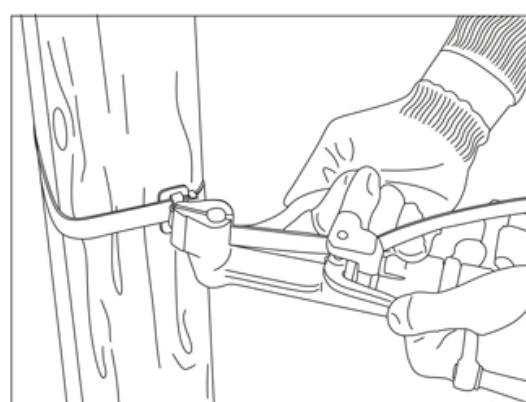

Рисунок 7
- после достижения необходимого натяжения согнуть ленту бандажную вокруг скрепы в противоположную от натяжения сторону и отрезать лишнюю часть (рисунок 7);